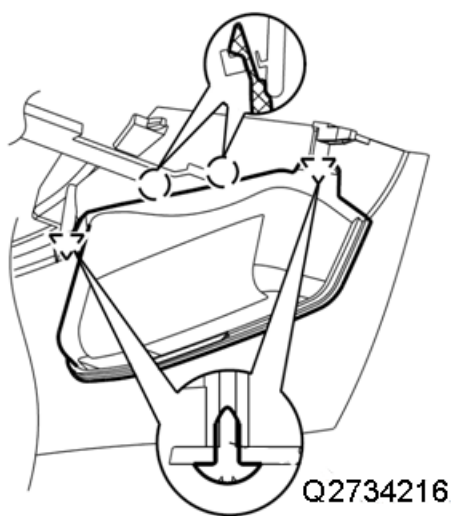

图6-3-1 左前小储物盒的拆卸
(1) 先用十字螺丝刀分别松开固定左前小储物盒的四个螺钉 (Q2734216 十字槽大半圆头自攻螺钉), 再松开储物盒与副仪表板本体的卡脚配合, 最后将储物盒拆下。如图6-3-1所示;